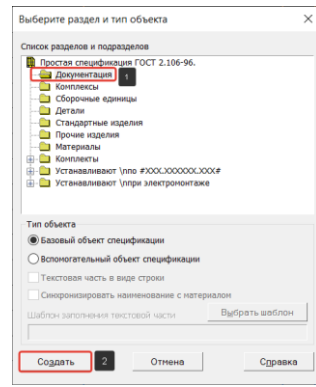

Рисунок 368 – Список разделов и типов объектов
- В окне Раздел и тип объектов выберем раздел Документация (1) и нажмем кнопку Создать (2) (Рисунок 368);
- На лист спецификации добавится новый раздел Документация (1) и строка базового объекта (2) (Рисунок 368);